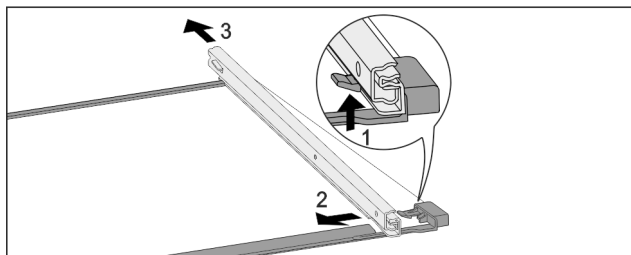

Fig. 190 Sklenená doska s koľajničkami
- Potlačte predný západkový hák nahor. Fig. 190 (1)
- Odsuňte vyťahovaciu koľajničku do strany Fig. 190 (2) a dozadu Fig. 190 (3).